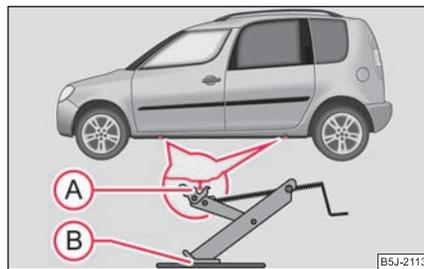

Fig. 193 Cambio de rueda:
- Para apoyar el gato, elija el punto de alojamiento del estampado en el larguero inferior que se encuentre más cerca de la rueda defectuosa ⇒ fig. 193.
- Colocar el gato de tal modo, que su garra abarque el alma vertical del estampado del larguero inferior (A) y la superficie de apoyo inferior del gato (B) se encuentre en toda su superficie sobre el suelo firme.